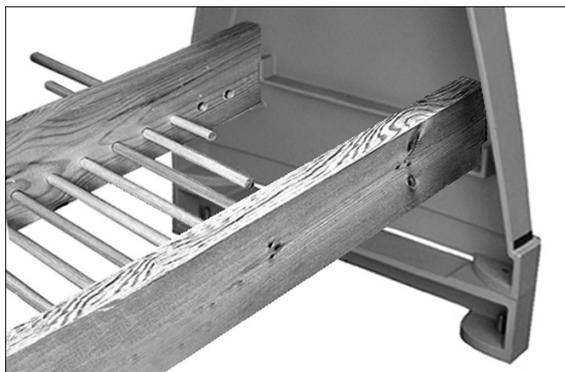

Рис. 6-10
Способ 3: (Рис. 6-10)
6. Вставьте стержни в отверстия задней доски, как показано на Рис. 6-10.